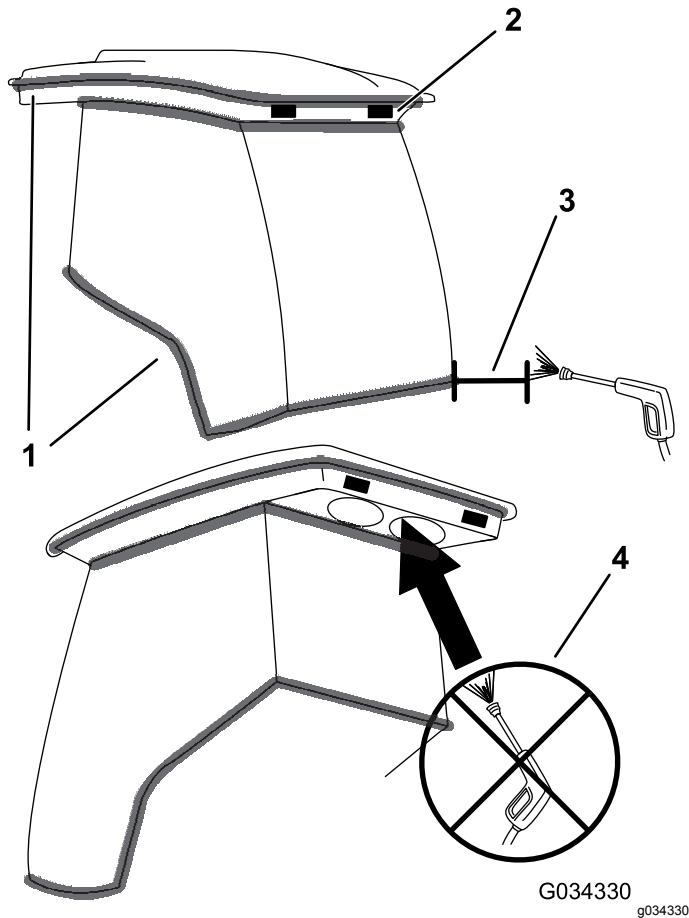

Bild 129
**Wichtig:** Passen Sie in der Nähe von Kabinendichtungen und Lampen auf (Bild 129). Halten Sie bei der Verwendung eines Hochdruckreinigers das Strahlrohr mindestens 0,6 m von der Maschine entfernt. Verwenden Sie keinen Hochdruckreiniger direkt an Kabinendichtungen oder unter dem hinteren Überhang.